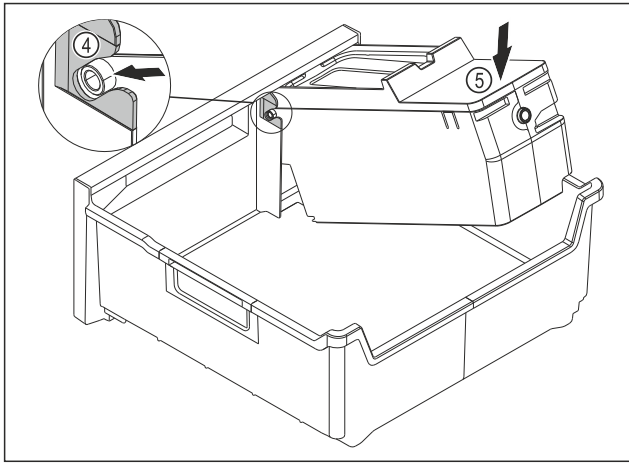

Fig. 110
- ▶ Смонтируйте корпус EasyTwist-Ice: Вставьте оси корпуса EasyTwist-Ice в направляющие Fig. 110 (4).
- ▶ Вдавите корпус EasyTwist-Ice Fig. 110 (5) вниз.